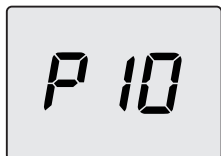

图 5.44
- 使用 13 或 14 键滚动通过各种参数，直到 LCD 显示屏显示字母 **P010** 和参数值，指示“参数 10”的输入项 (图 5.44)。
- 同时按 12 和 13 键 (图 5.42)，则会退出，并且不改变数值 (返回参数列表图 5.44)。